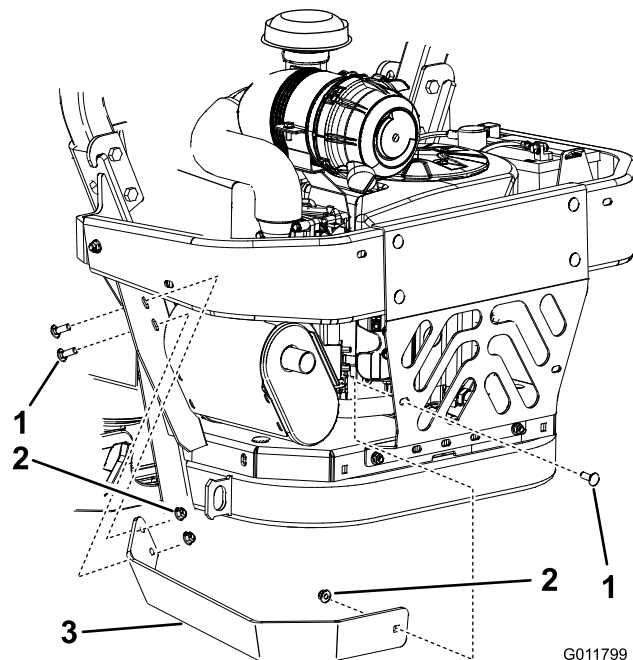

Figura 9
2. Instale el protector de silenciador nuevo con las fijaciones que retiró anteriormente (Figura 9).